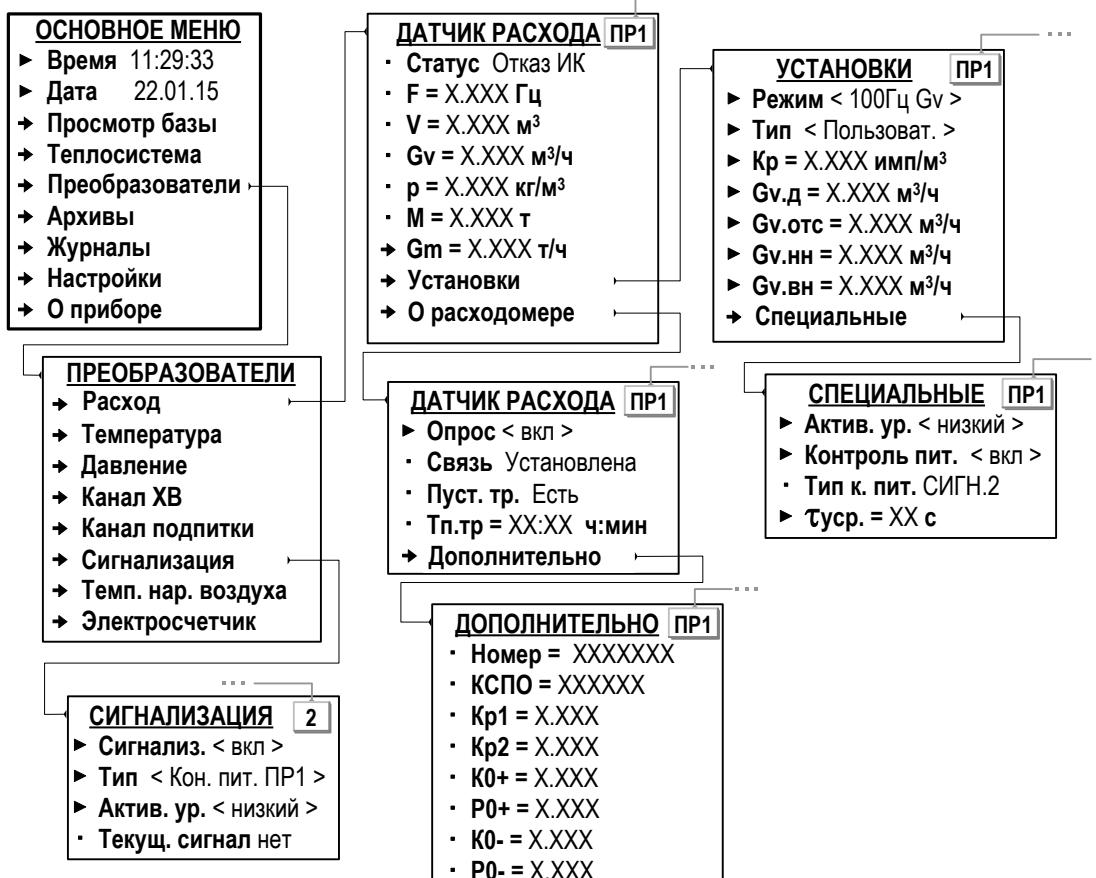

Рис.24. Вид меню установочных параметров ПР (режим СЕРВИС).
Отсутствие сигнала соответствующего уровня от ПР в течение **туср** определяется как **Отказ ИК** (Отказ измерительного канала – меню **Преобразователи / Расход** параметр **Статус**, рис.24).
Контроль питания расходомера также может быть назначен в меню **Преобразователи / Сигнализация** (рис.24). В этом случае в меню **Преобразователи / Расход / Установки / Специальные** будет индицироваться строка **Тип к. пит. СИГН.1(2,3)**.
- 6.5.2.4. Для ПР, физически подключенных к входу «RS-485.ПРИБОР» и программно подключенных к ТВ по интерфейсу RS-485 (п.6.3.4.3) в меню **О расходомере** (рис.24) появляются дополнительные строчки: